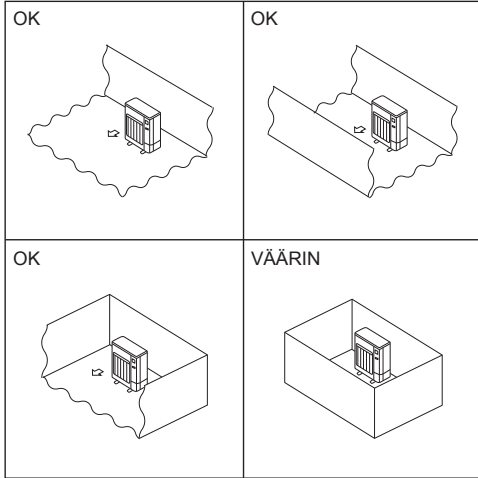

Fig. 2-2
- Ⓐ Asenna ulkoyksiköt paikkaan, jossa vähintään yksi neljästä sivusta on avoin. Asennuspaikan on oltava riittävän suuri, eikä siinä saa olla syvennyksiä. (Fig. 2-2)